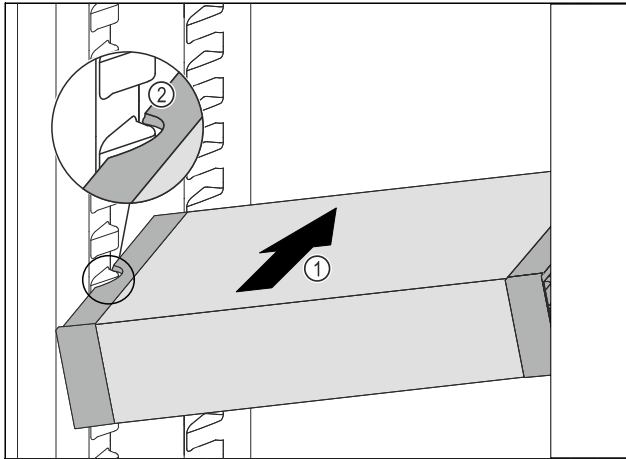

Fig. 103
- ▶ 将 VarioSafe 斜插入冷藏区中 Fig. 103 (1)，直至 VarioSafe 的侧部凹槽 Fig. 103 (2) 与冷藏区中的容器肋梁持平。